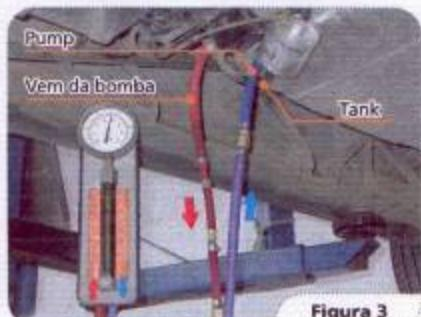

Figura 3
- Instalar o manômetro em série com a mangueira de saída de combustível do tanque. Essa mangueira é a que vai ligada ao tubo do filtro de combustível onde está grafada a indicação PUMP (figura 3).